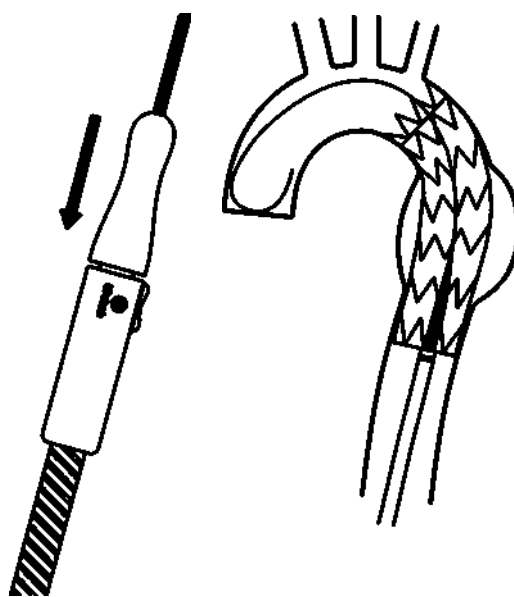

Рис. 11. Оттягивание наконечника.
- Удерживайте скользящий захват системы доставки неподвижно, разблокируйте спусковой механизм и оттяните назад передний захват для отведения наконечника к дистальному концу внешнего интродьюсера. (рис. 11).